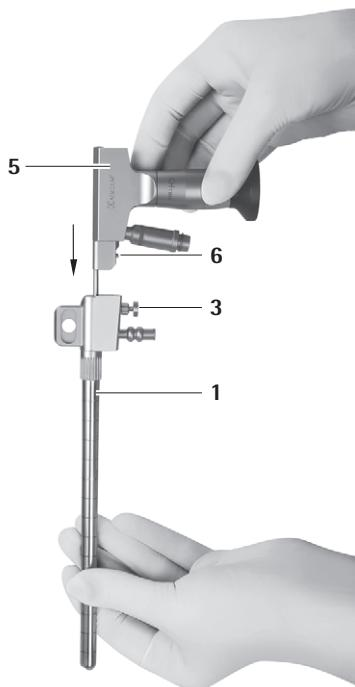

Fig. 2
- Blocați endoscopul 5 în trocarul MINOP InVent 1, vezi Fig. 2.